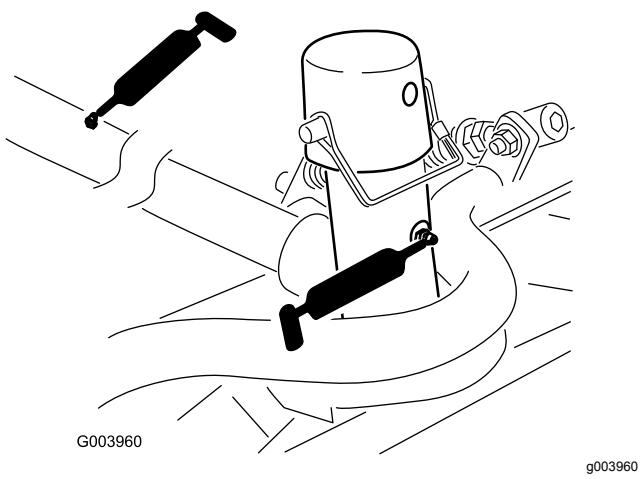

Bild 66
- Schneideeinheitträgerrahmen und Drehzapfen (2) (Bild 66)